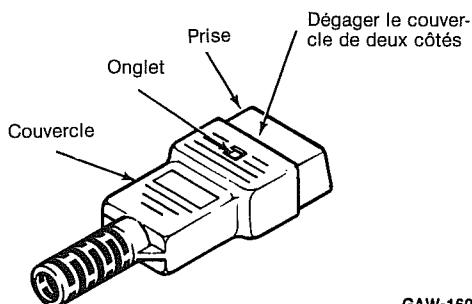

Figure 18
- (1) Avec un tournevis dégarez le couvercle de l'onglet de chaque côté (voir figure 18). Sortez la prise en tirant dessus.